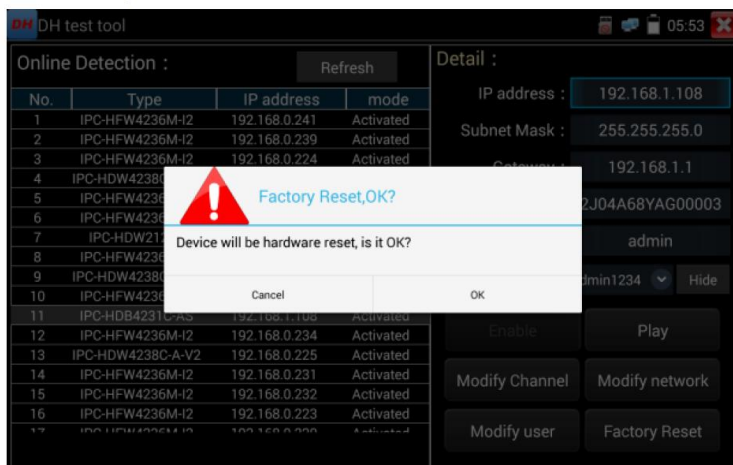

Рис. 152 Сброс к заводским настройкам
7. Для сброса настроек видеонаблюдения к заводским воспользуйтесь кнопкой «Сброс к заводским настройкам» (Factory Reset) рис. 152